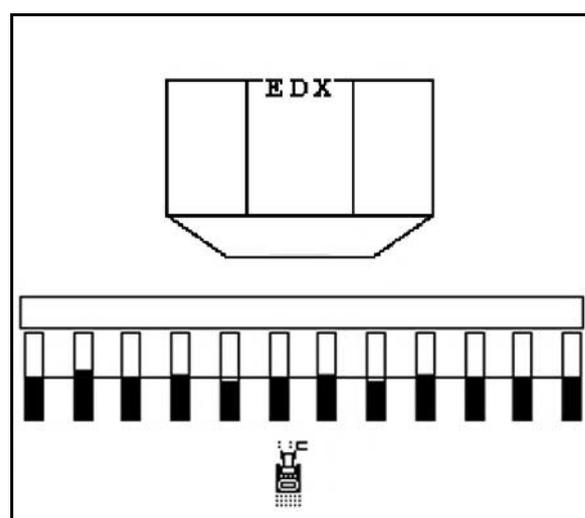

Fig. 55
1.  Pré-selecione a função Obstáculo (Fig. 55).